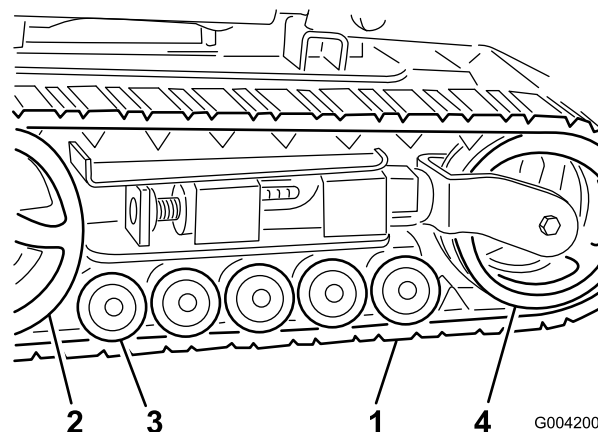

Figure 39
**Important:** Nettoyez soigneusement les galets de roulement, la roue de tension et le barbotin d'entraînement (Figure 39). Les galets de roulement doivent tourner librement lorsqu'ils sont propres.